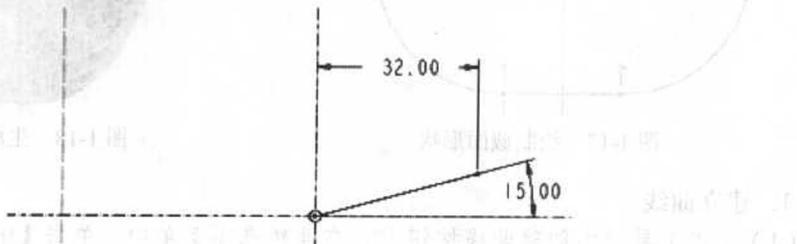

图 1-15 截面线的绘制
(10) 单击【Done (完成)】命令,系统以轨迹线的起始点位置和旋转中心轴线定义的平面自动定位进入草图绘制环境。
(11) 单击工具栏中矩形绘制按钮 $\square$ ,建立如图 1-15 所示的扫描截面。
(12) 单击工具栏内完成按钮 $\checkmark$ 以结束扫描截面的绘制。